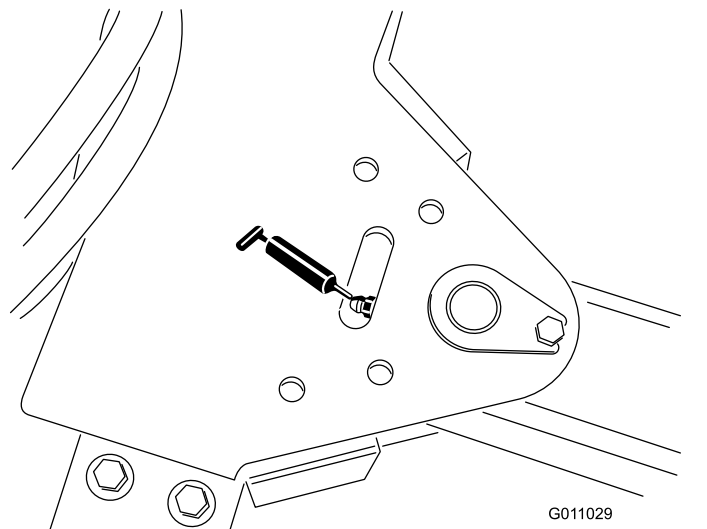

Figura 37
- Pivote de la barra de tracción (1) (Figura 37)